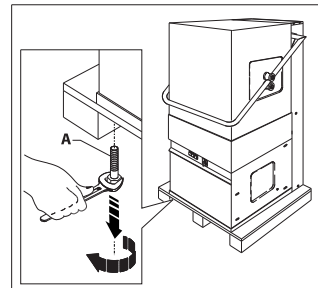

Bild 3
2. Die beiden „A“ Schrauben abnehmen, wo den Geschirrspüler an der Transportpalette befestigt ist (Bild 3)